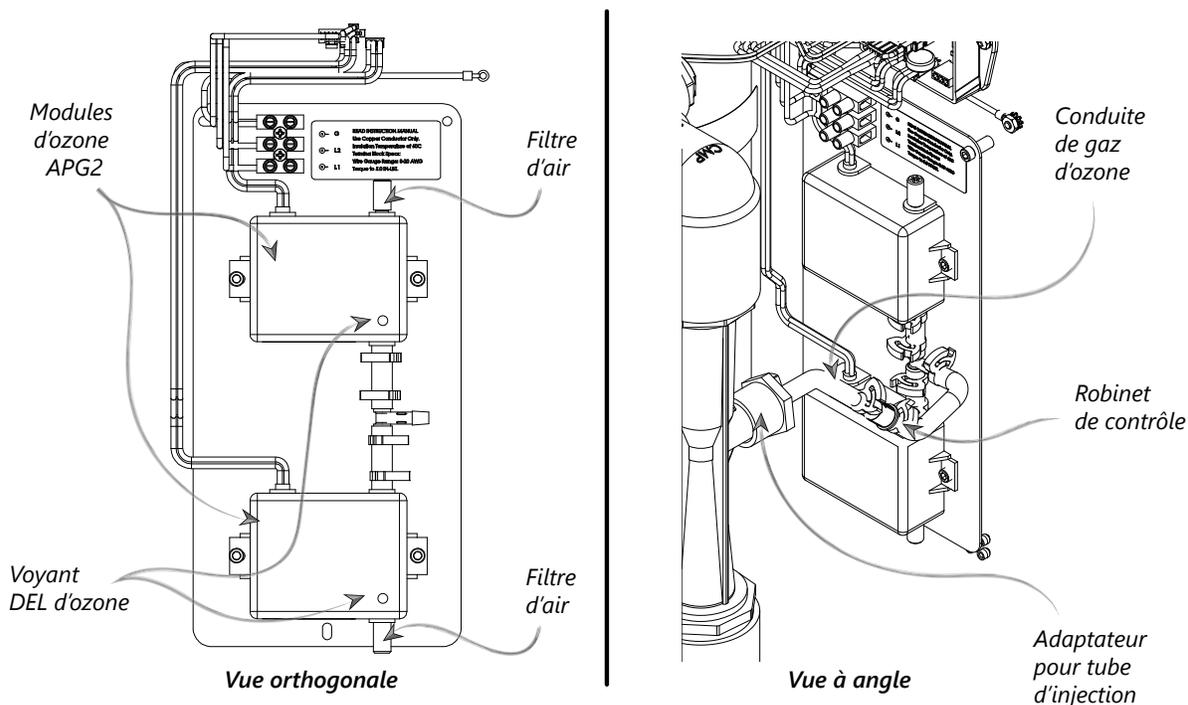

Figure 11 : Aperçu du système générateur d'ozone
L'air entrant dans les modules d'ozone passe à travers du filtre d'air (se référer à la Figure 11) sur chaque entrée de module. Le filtre est tenu en place par bouchon du filtre en caoutchouc.
4. Orienter la conduite de gaz d'ozone comme illustré à la Figure 11. La reconnecter sur les deux extrémités et serrer fermement.
3. Installer un nouveau filtre d'air (N/P 9-0858-01) sur la pointe à air sur le générateur d'ozone comme illustré à la Figure 11.